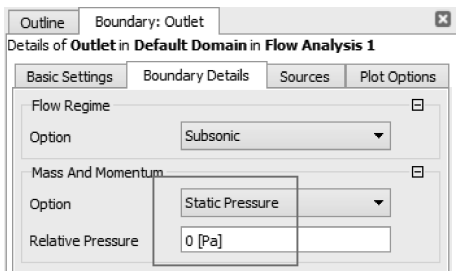
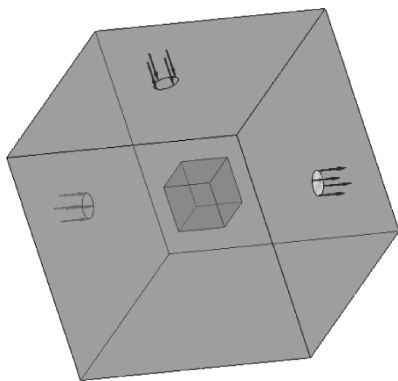

图 12-50 出口边界选项
图 12-51 出口位置
(2) 在边界详细信息选项中的质量与动量【Mass and Momentum】栏里选项为 Static Pressure，相对压力【Relative Pressure】为 0Pa，如图 12-50 所示。出口位置如图 12-51 所示。